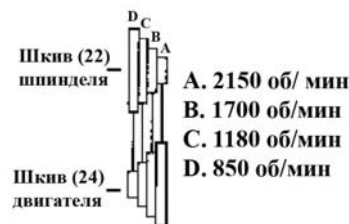

Рис. 6
8.2.2. Ослабьте натяжение ремня привода 23 и затем измените частоту вращения шпинделя, переустановив приводной ремень 24 в нужную позицию (см. диаграмму скоростей на рис. 6). В таблице приведены рекомендации соответствия операции обработки заготовки частоте вращения шпинделя машины.